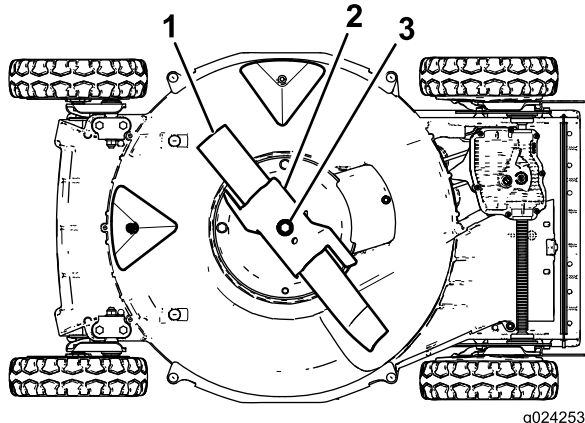

Figure 23
4. Basculez la machine sur le côté **droit** (filtre à air en haut), comme montré à la Figure 23.